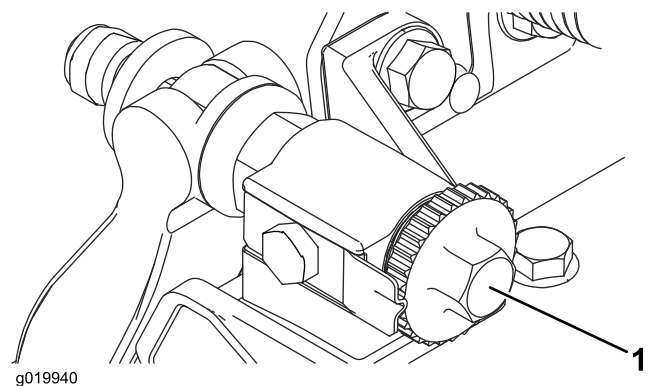

Bild 16
1. Stellen Sie die Schneideinheit auf eine flache und ebene Fläche. Drehen Sie die Einstellschrauben des Untermesserträgers nach links, um sicherzustellen, dass der Untermesserträger nicht die Spindel berührt (Bild 16).